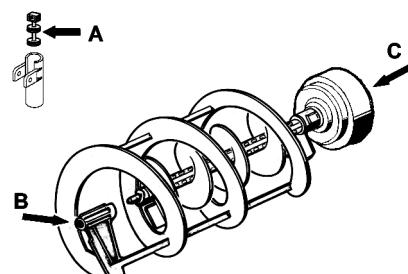

Bild 13
- 2 Den Hahnkolben, die innere und äußere Schnecke (an den in Bild 13 gezeigten Stellen A, B und C) schmieren. Dazu ausschließlich das vom Hersteller gelieferte Fett oder anderes Fett für Speisezwecke verwenden.